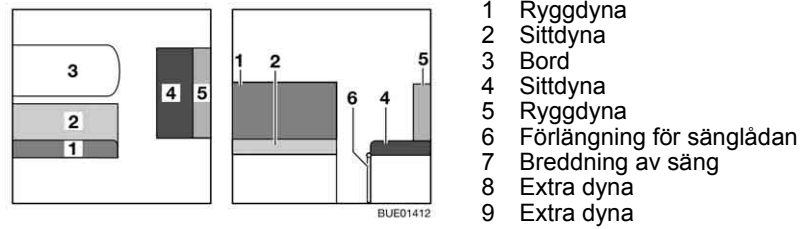
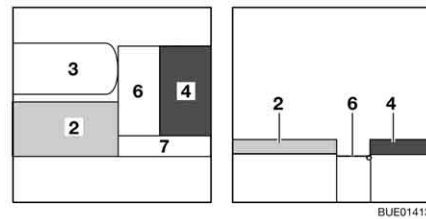
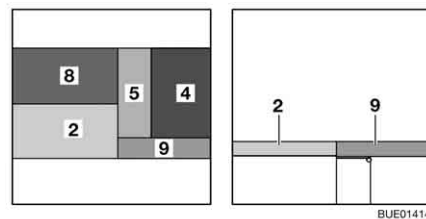

Bild 103 Före ombyggnaden
Bild 104 Under ombyggnaden
Bild 105 Efter ombyggnaden
- Bygg om bordet (Bild 103,3) till sängbotten (se avsnitt 6.11).
- Fäll ut sänglådornas förlängning (Bild 103,6).
- Haka fast sängbreddningen (Bild 104,7) på sänglådan och på sänglådans förlängning.
- Tag bort ryggdynan (Bild 103,1) och lägg den åt sidan.
- Ta av ryggdynan (Bild 103,5) och lägg den på sänglådans förlängning (Bild 104,6).
- Lägg extradynan (Bild 105,8) på bordet.
- Lägg extradynan (Bild 105,9) på sängbreddningen (Bild 104,7).